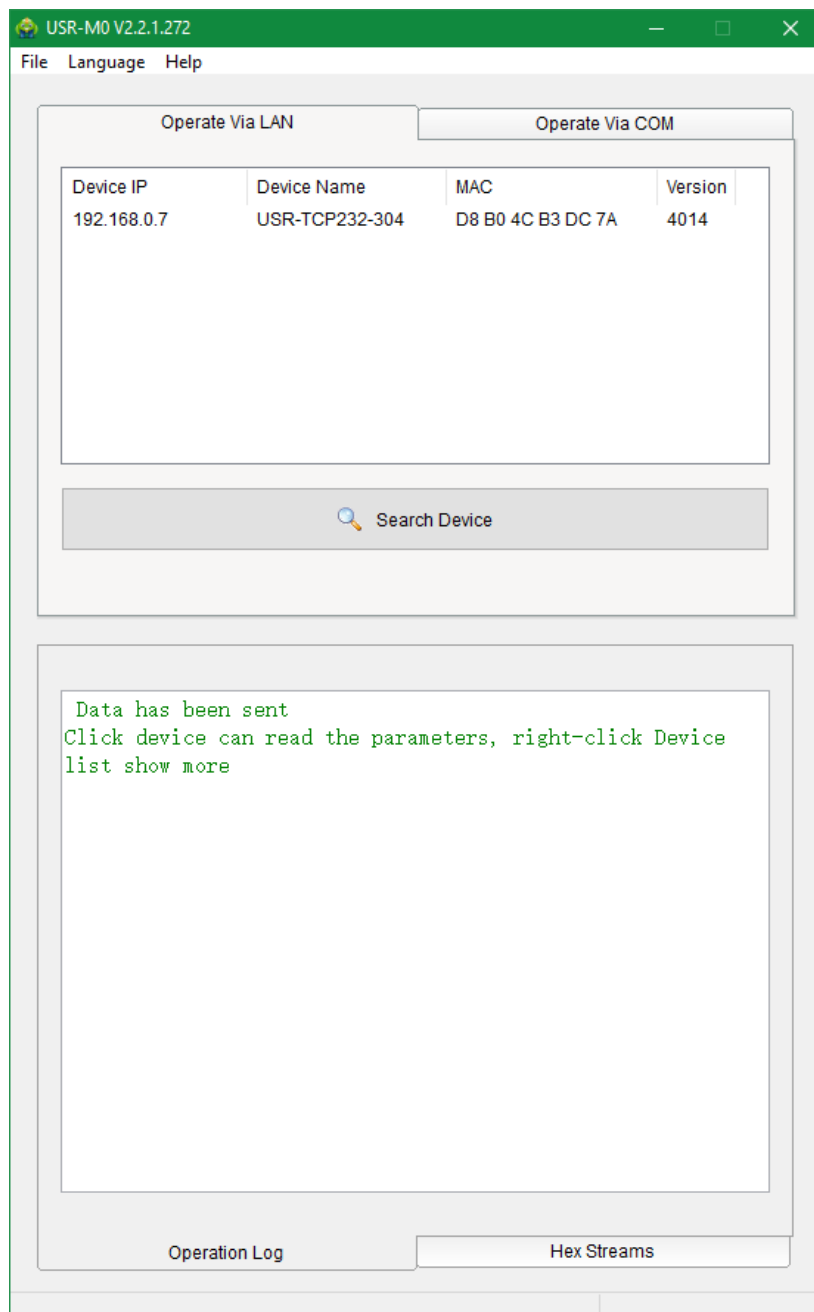

Рисунок 5.2.
4. Нажать кнопку «**Search Device**». На экране отобразится окно с подключенным устройством, приведенное на рис.5.2.